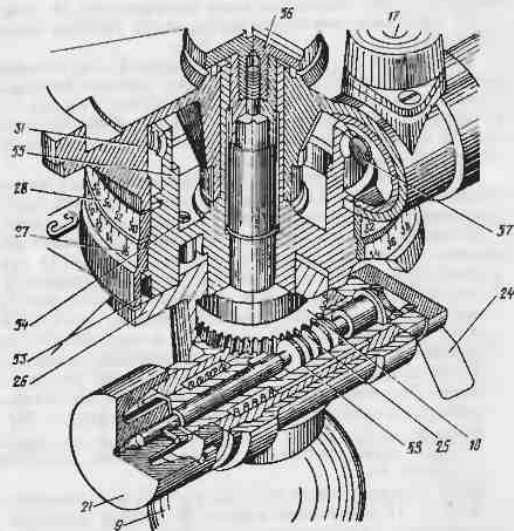

РИС. 5. РАЗРЕЗ НИЖНЕЙ И СРЕДНЕЙ ЧАСТЕЙ БУССОЛИ.
6.1.2. В нижнюю часть буссоли входят следующие узлы и детали: механизм наведения, ориентир-буссоль, кронштейн 26, наконечник 9, червячное колесо 10, защитное стекло 14, шкала 27 (угломерная, грубая), шкала 28 (буссольная, грубая), рукоятка 41, сухарь 53 (рис. 5) и червячное колесо 55.
Кронштейн 26 (рис. 4 и 5) установлен на оси червячного колеса 10 и соединен с ним при помощи червяка 25. Сверху на кронштейне 26 закреплено винтами 54 (рис. 5) червячное колесо 55. На нижней части червячного колеса 55 закреплена стопорными винтами буссольная, грубая шкала 28 (рис. 4 и 5) и свободно установлена шкала 27 (угломерная, грубая). Шкала 27 от проворачивания удерживается сухарем 53 (рис. 5). При нажатии на рукоятку 41 (рис. 4) сухарь 53 (рис. 5) отключается и шкалу 27 можно свободно повернуть на любой угол.
Средняя часть буссоли установлена сверху на червячное колесо 55 (рис. 5, 6) и соединена с ним с помощью червяка 57. От осевого перемещения средняя часть удерживается винтом 56 (рис. 5). На кронштейне 31 (рис. 4) прикреплен индекс 39 с рисками, обозначенными «У» и «Б».